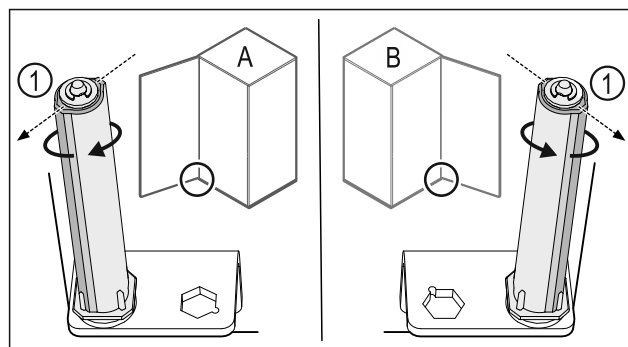

Fig. 34 Ľavý doraz (A)/pravý doraz (B)
- ▶ Otáčajte systém zatvárania proti odporu, kým nebude mostík systému zatvárania Fig. 34 (1) ukazovať von.